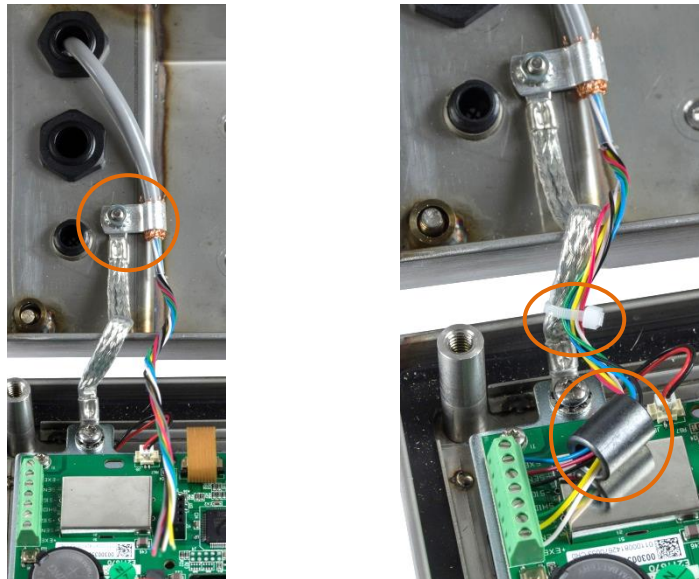

Abbildung 2-30: Ferritperleninstallation und Gehäuseerdung des analogen Wägezellenkabels, IND236
- Verbinden Sie die Erdungsklemme mit der Befestigungsschraube der Gehäuseverbindung mit dem Gehäuse wie in Abbildung 2-30 (links).